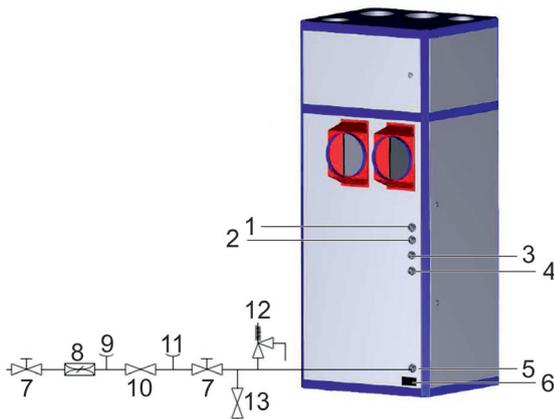

Bild 6: Anschlüsse an der Rückseite mit Kaltwassersicherheitsgruppe
An der Rückseite des Moduls sind Anschlüsse zu Warm-, Kaltwasser sowie Zirkulation und ein Kondensatablauf herausgeführt (siehe Bild 6).
Bauseitige Installation (Anschlüsse siehe Bild 6)
(Siehe Bild 6, Pos. 4)
- ☞ Ziehen Sie die elektrischen Anschluss- und Steuerleitungen durch die Öffnung (Bild 6, Pos. 6) zur Elektroverteilung im vorderen Bereich des Gerätes.